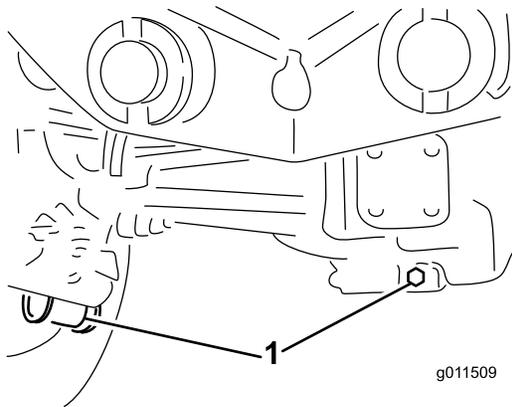

Figura 63
2. Limpe a zona em redor dos 3 tampões de escoamento, 1 em cada extremidade e 1 no centro (Figura 63).